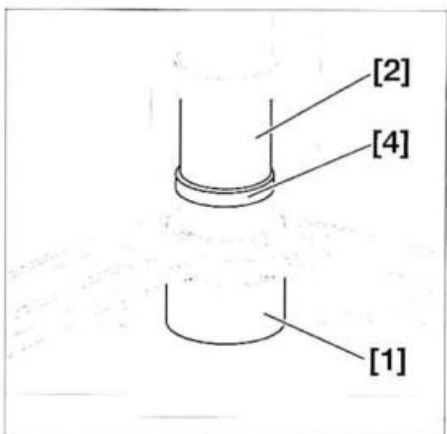

FIG. 14
- Colocar los útiles [1], [4] (tapón de montaje ref. 9704. T.A. en la parte delantera y ref. 0621.P en la parte trasera) y [2] en la articulación elástica (fig. 14).